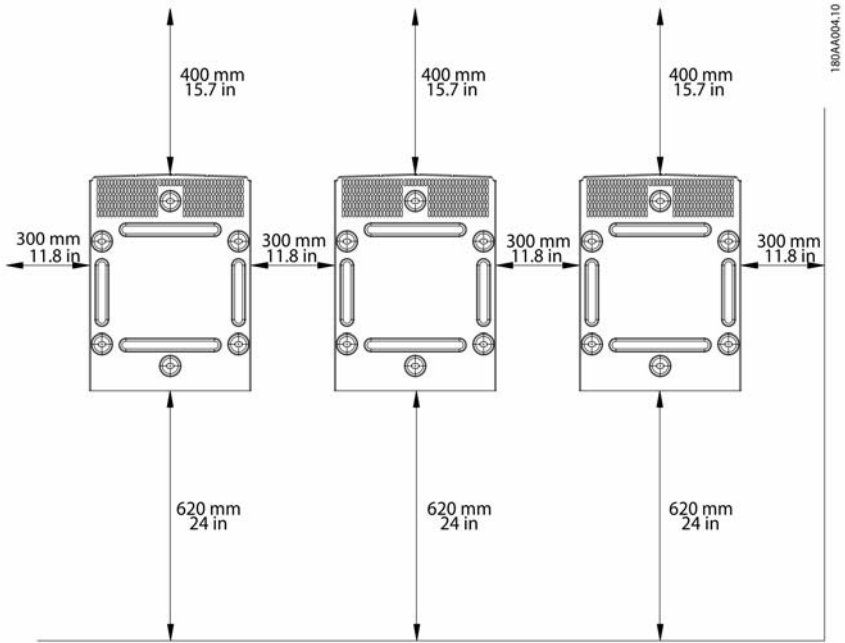

Imagen 2.8. Espacios de seguridad
- Tenga en cuenta los espacios de seguridad cuando instale uno o más inversores para garantizar un flujo de aire adecuado. Los espacios libres se especifican en la imagen 2.8 y en la etiqueta de la placa de montaje.